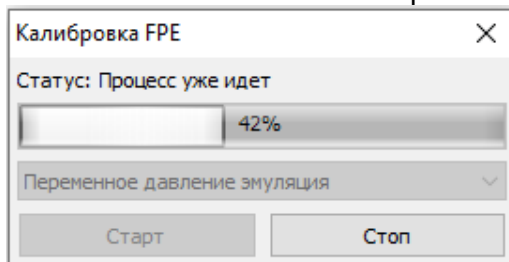

Рисунок 22 Калибровка эмулятора давления топлива
- **Эмулятор давления топлива (FPE)⁴** – Опция, активирующая встроенный эмулятор давления бензина, необходимая в автомобилях, выдающих ошибку, связанную с давлением топлива во время работы двигателя на газе. Чтобы воспользоваться функцией, следует подключить контроллер к цепям регулировки давления бензина, как показано на Рисунок 7, согласно указаниям в таблице 1. Затем следует провести процесс калибровки эмулятора (Рисунок 22). Для запуска выберите на вкладке тип эмуляции давления, нажмите кнопку запуска и запустите двигатель, который необходимо предварительно прогреть. Процесс калибровки является автоматическим и, как правило, длится около 3 минут. Правильно проведенная процедура калибровки заканчивается сообщением «процесс успешно завершён».